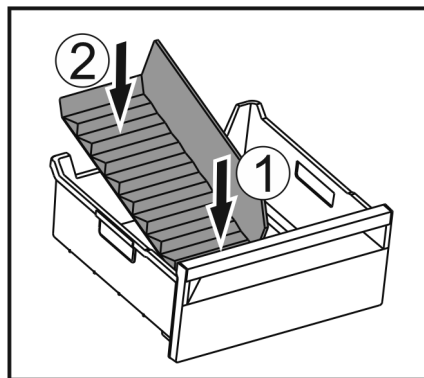

Fig. 60
- ▶ Włożyć najpierw separator z przodu Fig. 60 (1).
- ▶ Opuścić tylną część Fig. 60 (2).